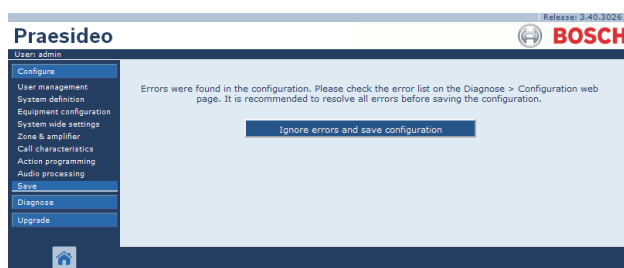

figura 41.6: Ignorar erros e guardar configuração
- Se forem encontrados problemas, é apresentada uma mensagem, que indica que primeiro têm de ser resolvidos problemas de configuração. É possível ignorar os erros e guardar a configuração de qualquer maneira, para continuar a configuração posteriormente. É apenas apresentado um botão: *Ignore errors and save configuration*. Consulte a figura 41.6.